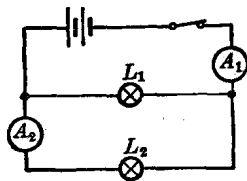

图 75
(4)观察图 75 所示的电路,回答下列問題:
- ①电灯  $L_1$  和  $L_2$  是怎样连接的?
- ②安培計  $A_2$  和电灯  $L_2$  是怎样连接的?
- ③如果  $A_1$  的示数是 0.9 安培,  $A_2$  的示数是 0.6 安培, 那么电灯  $L_1$  和  $L_2$  中的电流强度各是多少?